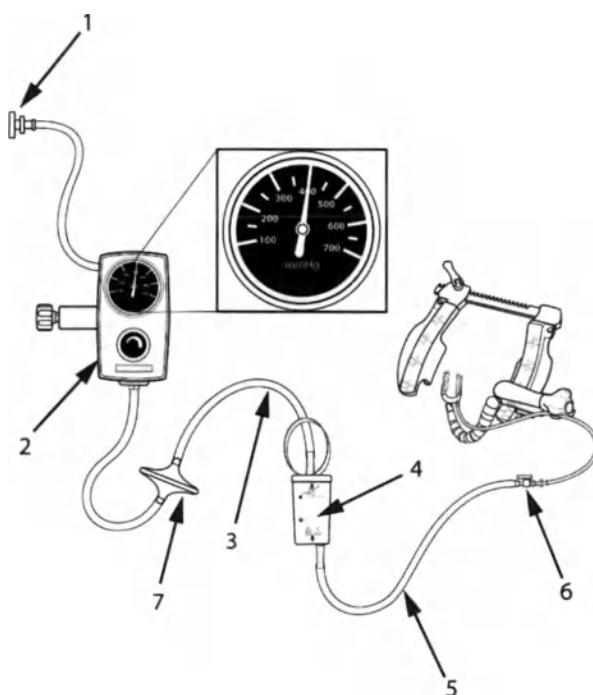

Figura 5: sistema stabilizzatore ad aspirazione ACROBAT-1
5. Collegare il raccordo luer lock BLU del set di tubi dello stabilizzatore ACROBAT-i al raccordo luer lock BLU del tubo per aspirazione sullo stabilizzatore ACROBAT-i. Collegare l'altra estremità del tubo dal set di tubi all'adattatore a spina inferiore del canister ACROBAT-i o di altro recipiente di raccolta fluidi (non incluso). Assicurarsi che il rubinetto sia nella posizione chiusa al passaggio dell'aria. Il set di tubi collegato alla parte superiore del canister va collegato ad una fonte di vuoto regolata. Impostare il regolatore di aspirazione su 400 mmHg. Fare riferimento alla Figura 5 per una corretta impostazione del tubo di aspirazione e del sistema.